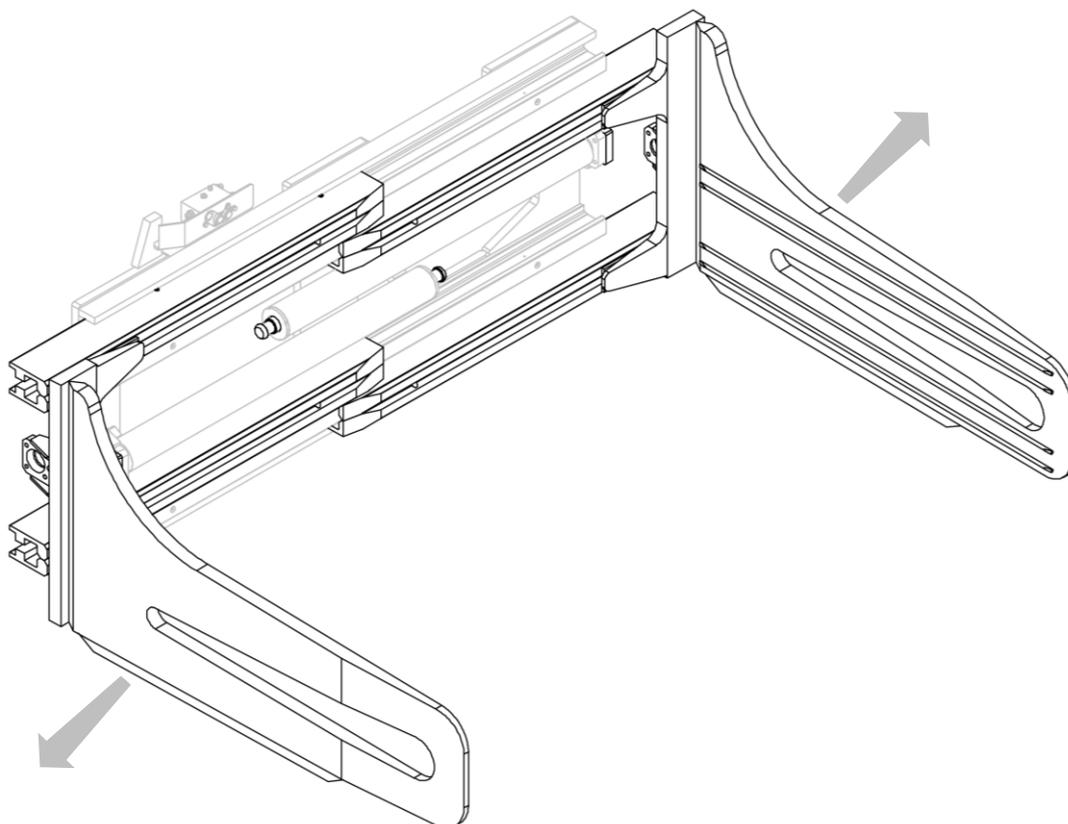

Figura 18
4. Sfilare le forcelle, con le relative ganasce, dalle loro sedi (vedi *Figura 18*).